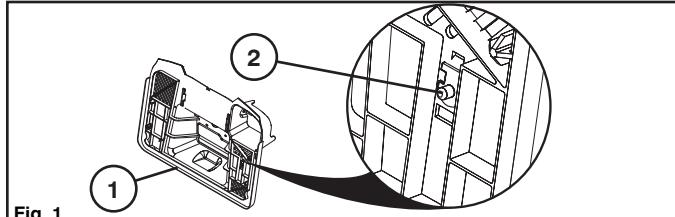

Fig. 1
- Sitúese detrás del tractor con la ensacadora fuera de la placa de apoyo (1) e identifique la zona de contacto total (2) de la ensacadora (consulte la Fig. 1).
- Individuare l'area dell'interruttore (2) riempimento sacco, posizionandosi in piedi dietro il trattore con il sacco tolto dalla piastra di supporto (1). (Vedere Fig. 1)
- Identificeer, terwijl u achter de tractor staat en de opvangbak van de achterplaat (1) is gehaald, het schakelgebied (2) voor een volle bak. (Zie Fig. 1)